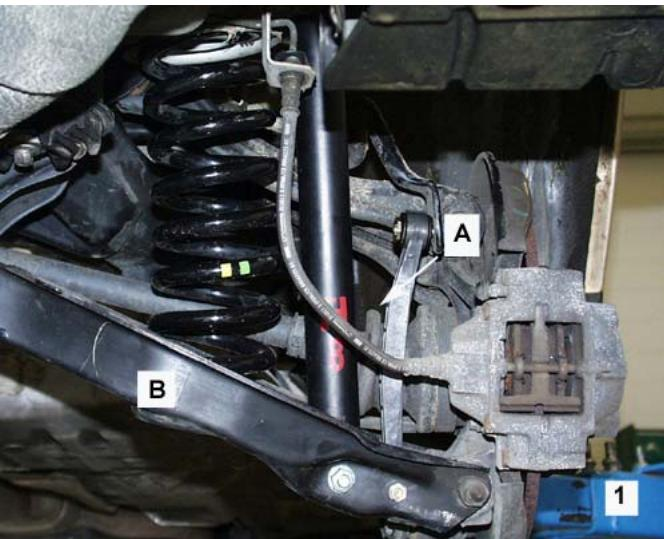

Bild 1 / Fig. 1 / Fig. 1 / Ilus. 1
- Stabilisatorhalter Bild1 (A) ausbauen.
- Remove anti-rollbar holder, Fig. 1 (A).
- Déposer le support de stabilisateur, Fig. 1 (A).
- Querlenker Bild 1 (B) mittels geeigneten Heber unfallsicher abstützen. Hinterachsfe-der mit Federspanner vorspannen.